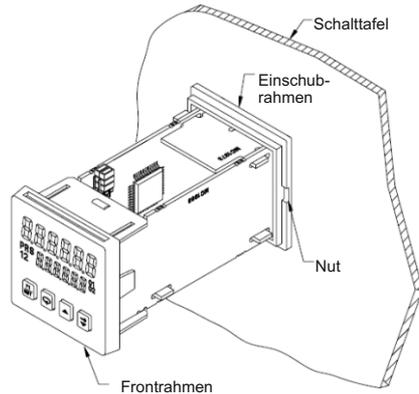

Bild 5.4: Aus- bzw. Einbau des Einschubs
1. Erstellen Sie einen Schalttafelausschnitt gemäß der Abbildung 5.4, entgraten und reinigen Sie diesen.
Bevor Sie den Elektronikeinschub herausziehen, müssen alle Anschlussleitungen spannungsfrei sein. Die Einheit gemäß Bild 5.4 muss für Konfigurationen ausgebaut werden. Setzen Sie dazu einen passenden Schraubendreher in die Nut an der Seite des Einschubrahmens.
1. Ziehen Sie den Elektroinschub aus dem Gehäuse (siehe Bild 5.4).